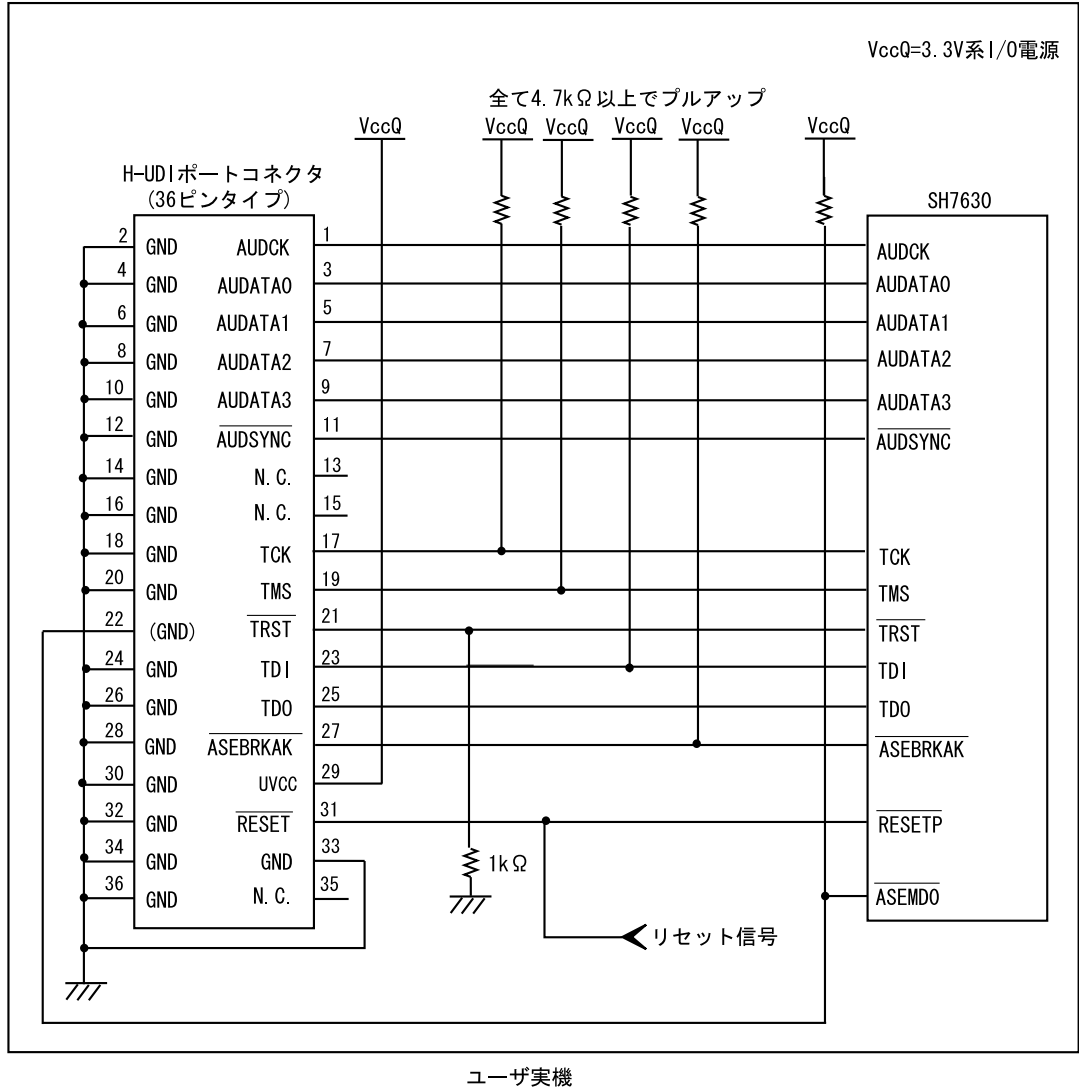

図 1.3 E10A-USB 使用時の H-UDI ポートコネクタ - チップ間の推奨接続例 (36 ピンタイプ UVCC 接続時)
- 図 1.3 推奨接続例で回路を組んだ場合の E10A-USB エミュレータのスイッチ設定：SW2=1, SW3=1 スイッチ設定の詳細は、「SuperH™ファミリ用 E10A-USB エミュレータユーザーズマニュアル デバッガ編 3.8 章 DIP スイッチの設定」を参照してください。